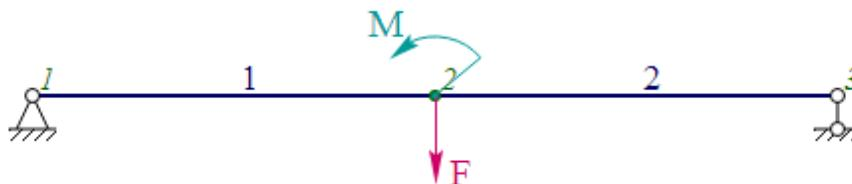

Рисунок 4 – Схема к заданию 7
7. Покажите направление реакций связей и составьте уравнения равновесия для определения этих реакций в общем виде (рисунок 4). Длины участков балки равны: l_{12} , м, l_{23} , м.